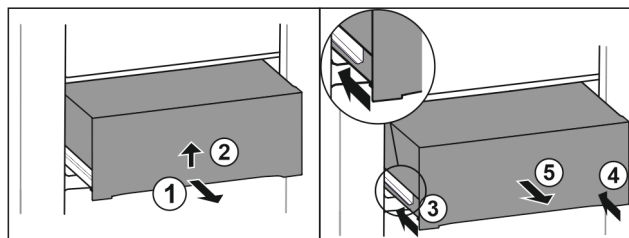

Fig. 42
- ▶ Schubfach halb herausziehen. Fig. 42 (1)
- ▶ Schubfach an der Unterseite anheben. Fig. 42 (2)
- ▶ Linke Schiene einschieben. Fig. 42 (3)
- ▶ Rechte Schiene einschieben. Fig. 42 (4)
- ▶ Schubfach nach vorne entnehmen. Fig. 42 (5)